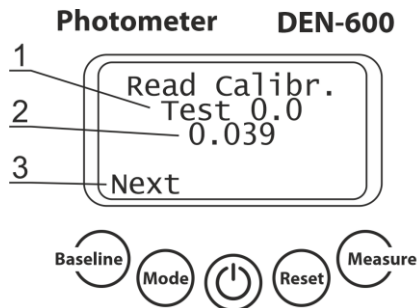

Abbildung 4. Gespeicherte Benutzerkalibrierungsdaten
- 5.7 **Beobachtung der gespeicherten Benutzerkalibrierungsdaten** (Abbildung 4). Drücken Sie die Taste Mode im Benutzerkalibrierungsregime und dann die Taste Next (Baseline), um die kalibrierten Punkte und das Abs-Ergebnis zu beobachten, das dem McF der Benutzerkalibrierung entspricht.